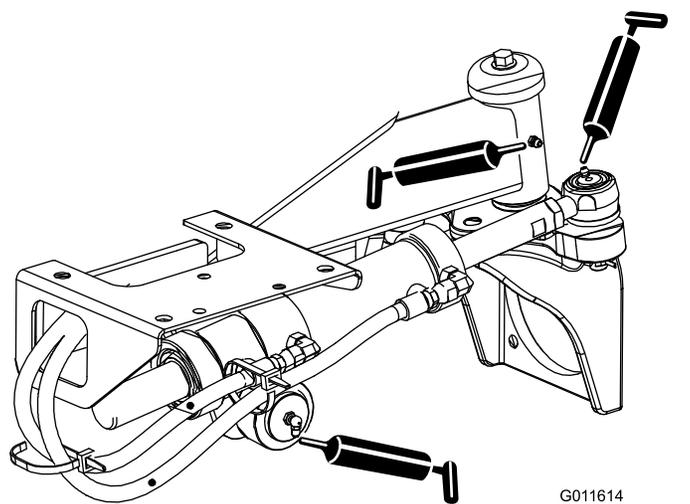

図 44
- ステアリングシリンダのボールジョイント2ヶ所と後アクスル1ヶ所一 図 44